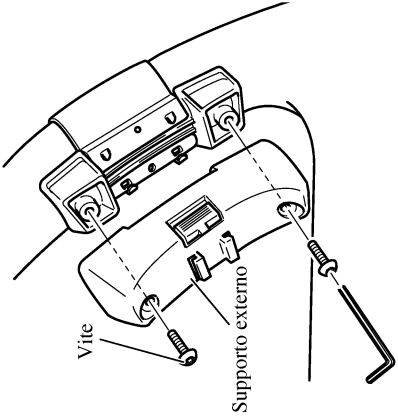

Fig. 9
3. Instalar el soporte externo en el soporte interno y fijarlo con los tornillos. (Fig. 9)